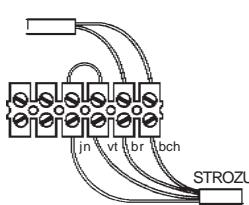

Fig. 8a
- Attacher le bouchon de caoutchouc de la boîte de dérivation sur le câble, ensuite raccorder le câble au bloc de jonction. Fig. 8a+b
- Conduire le câble des éléments de sécurité jusqu'à la boîte de dérivation et le raccorder selon Fig. 8a + b (faire un pontage lorsqu'un élément n'existe pas).
- Plusieurs éléments peuvent être raccordés aux bornes vides. Faire le raccordement avec la STROZU en posants des ponts, analogiquement aux Fig. 8a + b.